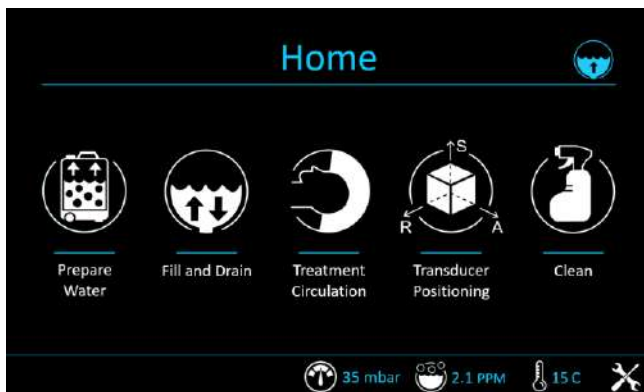
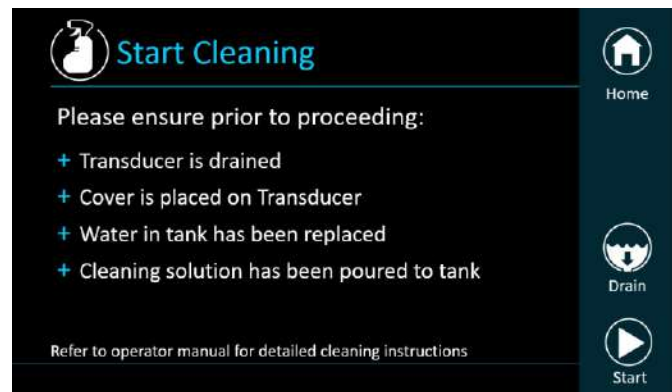

Bild 12-7: 'Hem'-meny
Bild 12-8: "Rengöring" meny
Step12. På vattensystemets huvudskärm - menyn "Hem" (**Bild 12-7**) trycker du på alternativet "Rengör Systemet" växlar till rengöringsläge (**Bild 12-8**)
Step13. Tryck på "Start"-knappen för att starta rengöringen (**Bild 12-8**). En nedräkningstimer visas och visar den återstående rengöringstiden för tanken (**Bild 12-9**).